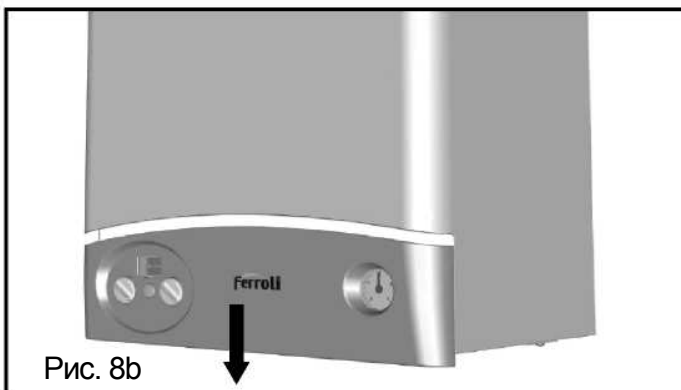

Рис. 8b
- 2 Подайте вниз панель управления (Рис. 8b)